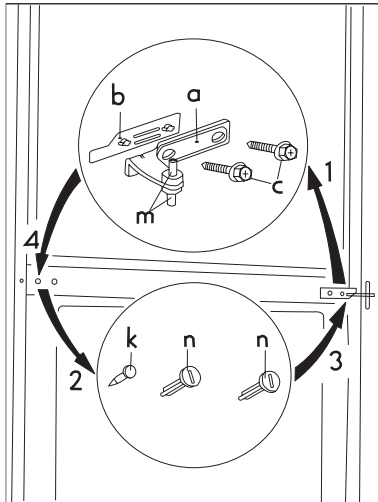

Abb. 1
- Mittleres Scharnier (a) mit Unterlage (b) abschrauben und durch Anheben der beiden Türen entfernen (Abb. 1)
- Blindstopfen am Mittelsteg umsetzen (2xn, k), mittleres Scharnier (a) mit Unterlage (b) um 180° drehen, beide Zapfen (m) in die Türbuchsen einfügen und beide Türen mit dem mittleren Scharnier wieder einsetzen (Abb. 1).
- Mittleres Scharnier festschrauben (c, Abb.1). Darauf achten, dass die Türspalte parallel sind. Die Einstellung erfolgt durch leichtes verschieben des mittleren Scharnieres.